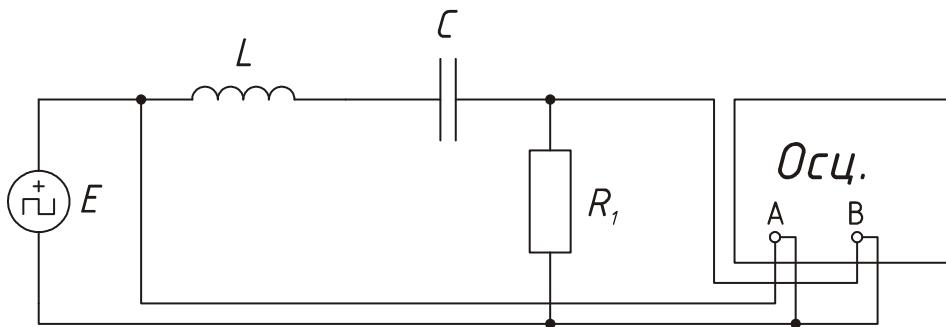

Рис. 7.1.
2. Исследовать параметры колебательного режима переходного процесса в последовательной RLC–цепи. Для этого нужно собрать схему рис.7.1 Выбрать $R=500$ Ом, Установить напряжение генератора $E=2$ В, частоту 500 Гц и заполнение 50%.
6. В схеме рис.7.1 поменяйте местами R и L и снимите осциллограммы $E(t)$ и $U_L(t)$ при $R = 500 \text{ Ом}$ и $R=10000 \text{ Ом}$.
7. В схеме рис.7.1 поменяйте местами R и C и снимите осциллограммы $E(t)$ и $U_C(t)$ при $R = 500 \text{ Ом}$ и $R=10000 \text{ Ом}$.